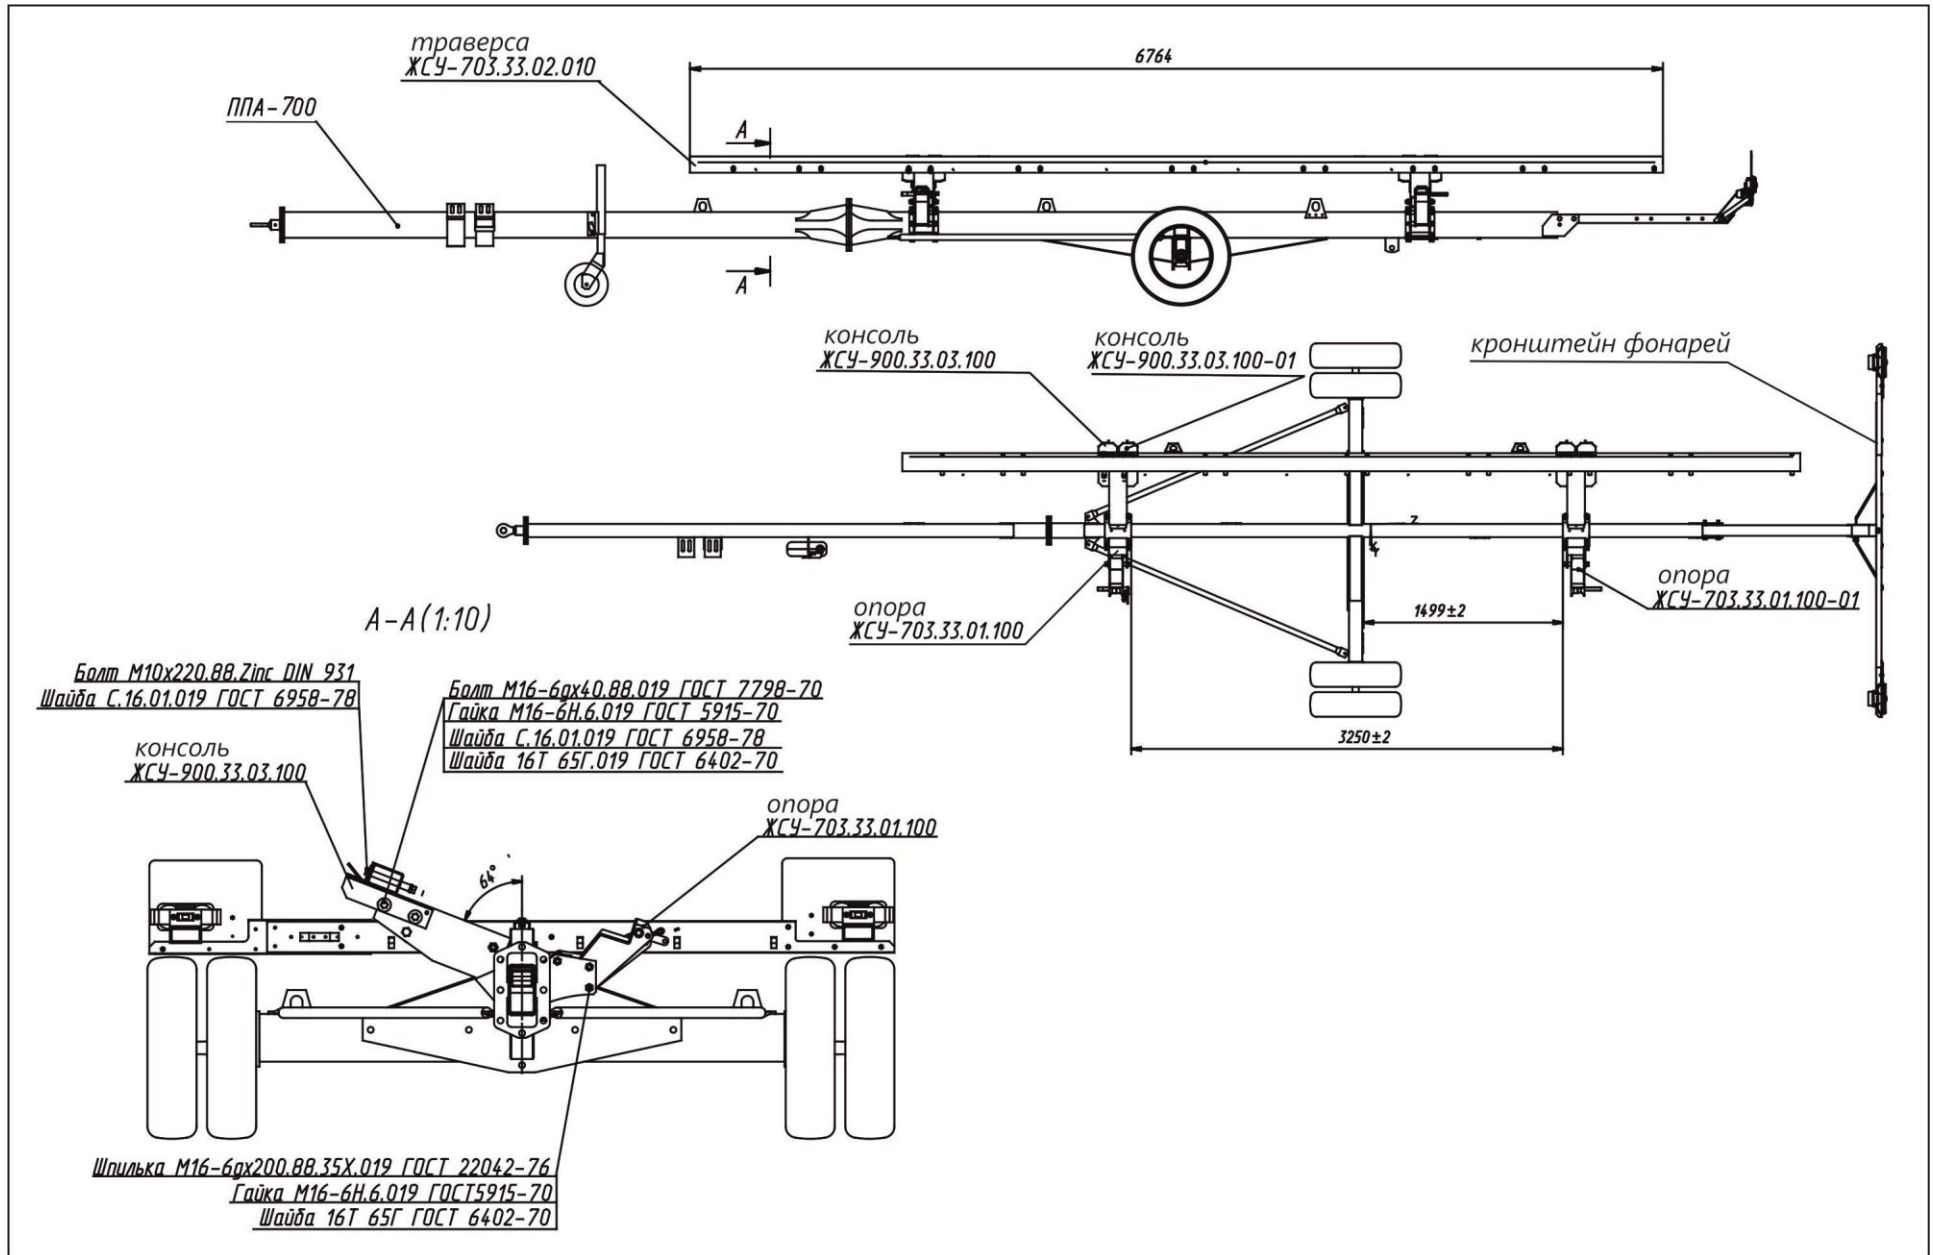

Рисунок 8.7 – Схема установки комплекта ЖСУ-703.33.01.000А, траверсы на приспособление ППА-700
4) установить в крайнее заднее положение кронштейн фонарей приспособления (см. рисунок 8.7);
5) демонтировать с жатки траверсу и установить ее на передние опоры и консоли. Крепление траверсы использовать из комплекта FS-703.33.02.000. (см. рисунок 8.7);